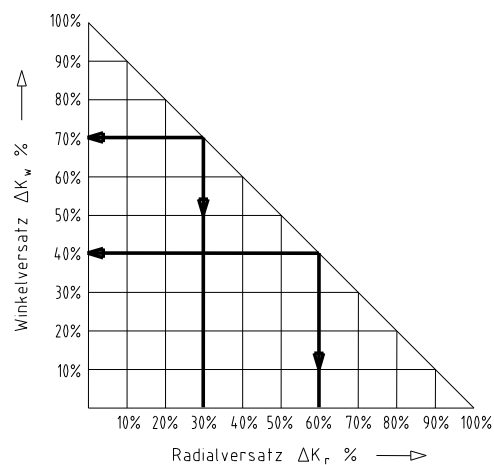

Bild 24: Verlagerungskombinationen
- Die in Tabelle 11 angegebenen Verlagerungswerte sind Maximalwerte, die nicht gleichzeitig auftreten dürfen. Bei gleichzeitigem Auftreten von Radial- und Winkerversatz darf die Summe der Versätze ΔK_r bzw. ΔK_w nicht überschreiten (siehe Bild 24).
Beispiele für die in Bild 24 angegebenen